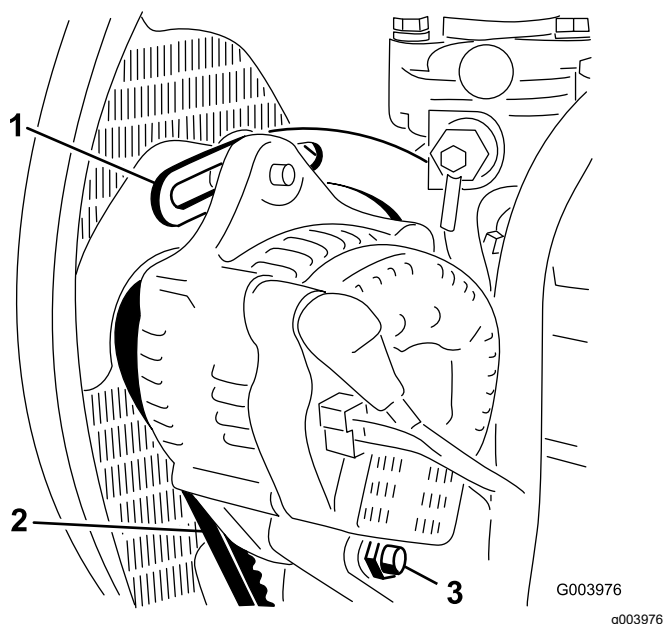

Figure 116
3. Contrôlez la tension de la courroie d'alternateur (Figure 116) en exerçant une force de 10 kg (22 lb) à mi-distance entre les poulies d'alternateur et de vilebrequin.
4. Desserrez le boulon qui fixe l'alternateur sur le renfort et le boulon de pivot d'alternateur (Figure 116).